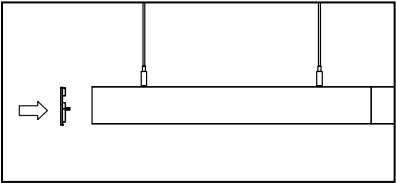

Рис. 4
- Внимание!** Необходимо убедиться, что установлены торцевые заглушки (рис. 4) в начале и в конце магистральной линии (на последнем светильнике в линии необходимо снять соединитель).